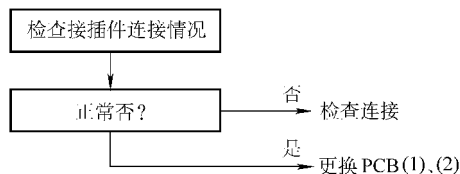

图 14-7 通电后室内机无任何反应排除方法
(1) 检测方法：利用检测室内机侧电源的波形情况来判断，连续 10s 无法检测到波形，则确诊为 PCB 不良。
(2) 产生的原因：室内机 PCB 不良；接插件连接不良。
(3) 排除方法：请按图 14-7 所示的方法进行诊断和排除。